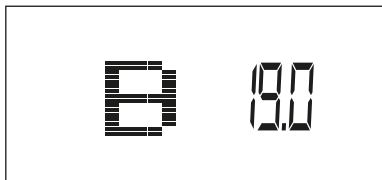
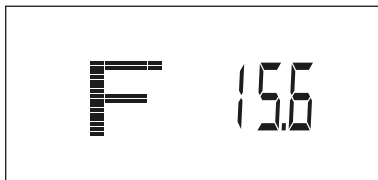
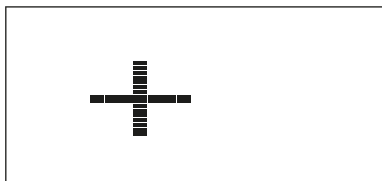

Рис. 30
Рис. 31
Рис. 32
4. Результат BMI (Рис. 30), FAT% (Рис. 31) та символ BODY FAT з'являться на LCD – дисплеї (Рис. 32).